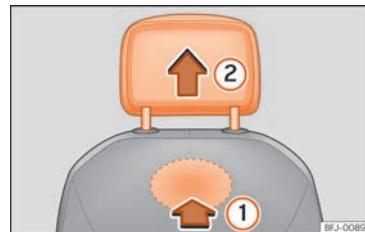

Abb. 109 Kopfstützen vorne: Ausbau.
- Lokalisieren Sie zum Entriegeln der Kopfstütze die Aussparung im markierten Bereich auf der Rückseite der Sitzlehne und drücken Sie in Pfeilrichtung »» **Abb. 109 ①**.
- Ziehen Sie die Kopfstütze in Pfeilrichtung **②** heraus.